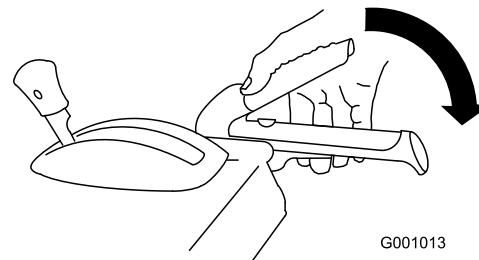

Рисунок 39
1. Для включения привода шнека/крыльчатки прижмите правый рычаг (шнека/крыльчатки) к рукоятке (Рисунок 39).